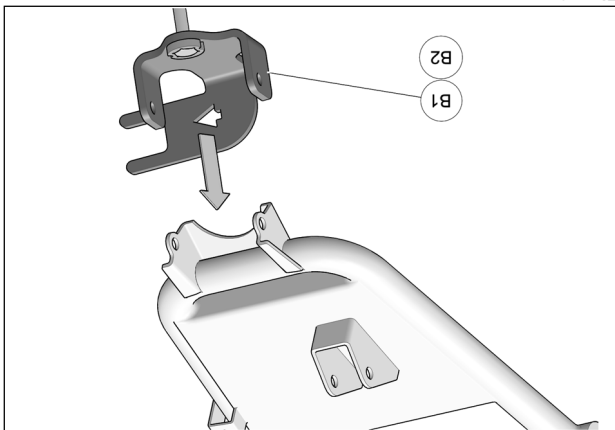

Fig. 6
6. Placer la partie arrière de l'ancrage (B1-B2) en forme de C au bras de suspension inférieur. Pivoter l'ancrage vers le haut pour aligner les trous de fixation de l'ancrage aux trous présents dans le bras de suspension Voir la Fig. 6